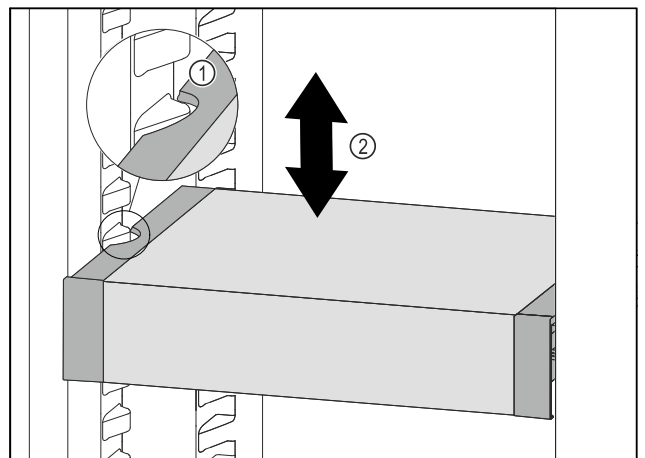

Fig. 137
- VarioSafe naar voren trekken tot de uitsparingen aan de zijkant van de VarioSafe zich ter hoogte van de rib in het koelgedeelte bevinden. Fig. 137 (1)
- VarioSafe in het koelgedeelte omhoog of omlaag bewegen tot de gewenste hoogte is bereikt. Fig. 137 (2)